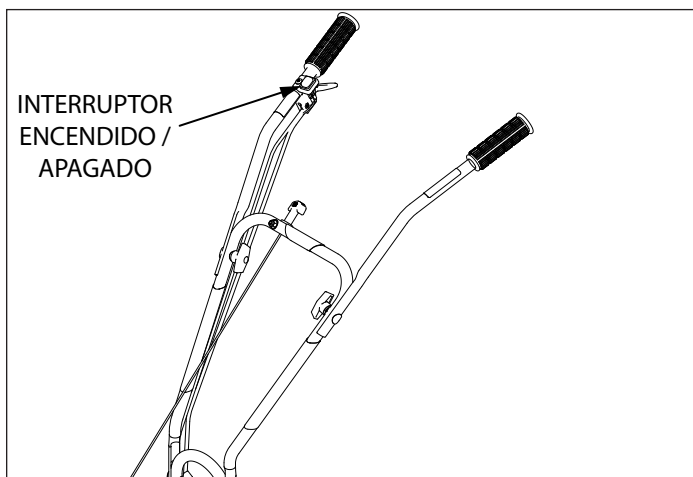

FIGURA 9
1. Coloque el interruptor de encendido y apagado en la posición **Apagado**. **CONSULTE LA FIGURA 9**